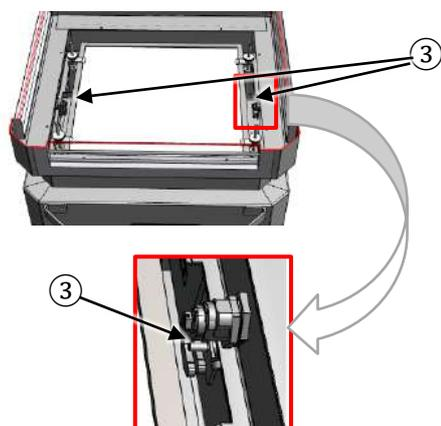

Рис. 7-4: Замыкающие контакты
<p>Опасность поражения электрическим током</p> <p>Существует опасность поражения электрическим током, если корпус воздуховыпускного элемента (Рис. 7-4, (3)) не заземлен.</p> <p>Замыкающие контакты рычажных креплений воздуховыпускного элемента должны быть электропроводными.</p> <ul style="list-style-type: none"> - Убедитесь, что никакие вещества, краска или другие материалы, не оказывают неблагоприятного влияния на проводимость замыкающих контактов (3).